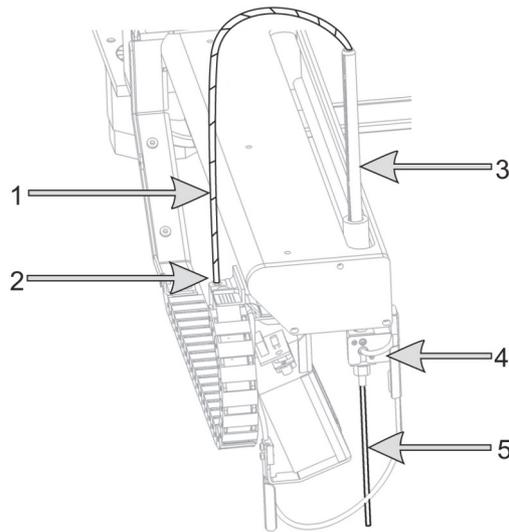

Figura 133: Gruppo della sonda aspirante:
Non tirare la tubazione dalla parte superiore del rack della sonda aspirante (elemento 3 nella Figura 133), poiché così facendo si potrebbe rimuovere la tubazione dal puntale.
11. Svitare il connettore del tubo della sonda aspirante (posizione 2 in Figura 133) dalla "catena" a sinistra del braccio robotizzato.
5. Continuando a trattenere in basso la sonda aspirante, serrare il dado zigrinato sul retro del blocchetto isolante (elemento 4 nella Figura 133). Stringere con le dita.
6. Avvitare con le dita il connettore del tubo della sonda aspirante (elemento 2 in **Figura 133**) al blocchetto della "catena". Non serrare eccessivamente.